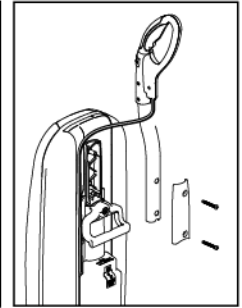

Fig. 2
- Coloque el mango en la parte de atrás de la aspiradora y tenga cuidado de alinear los agujeros con las clavijas (Fig. 2).